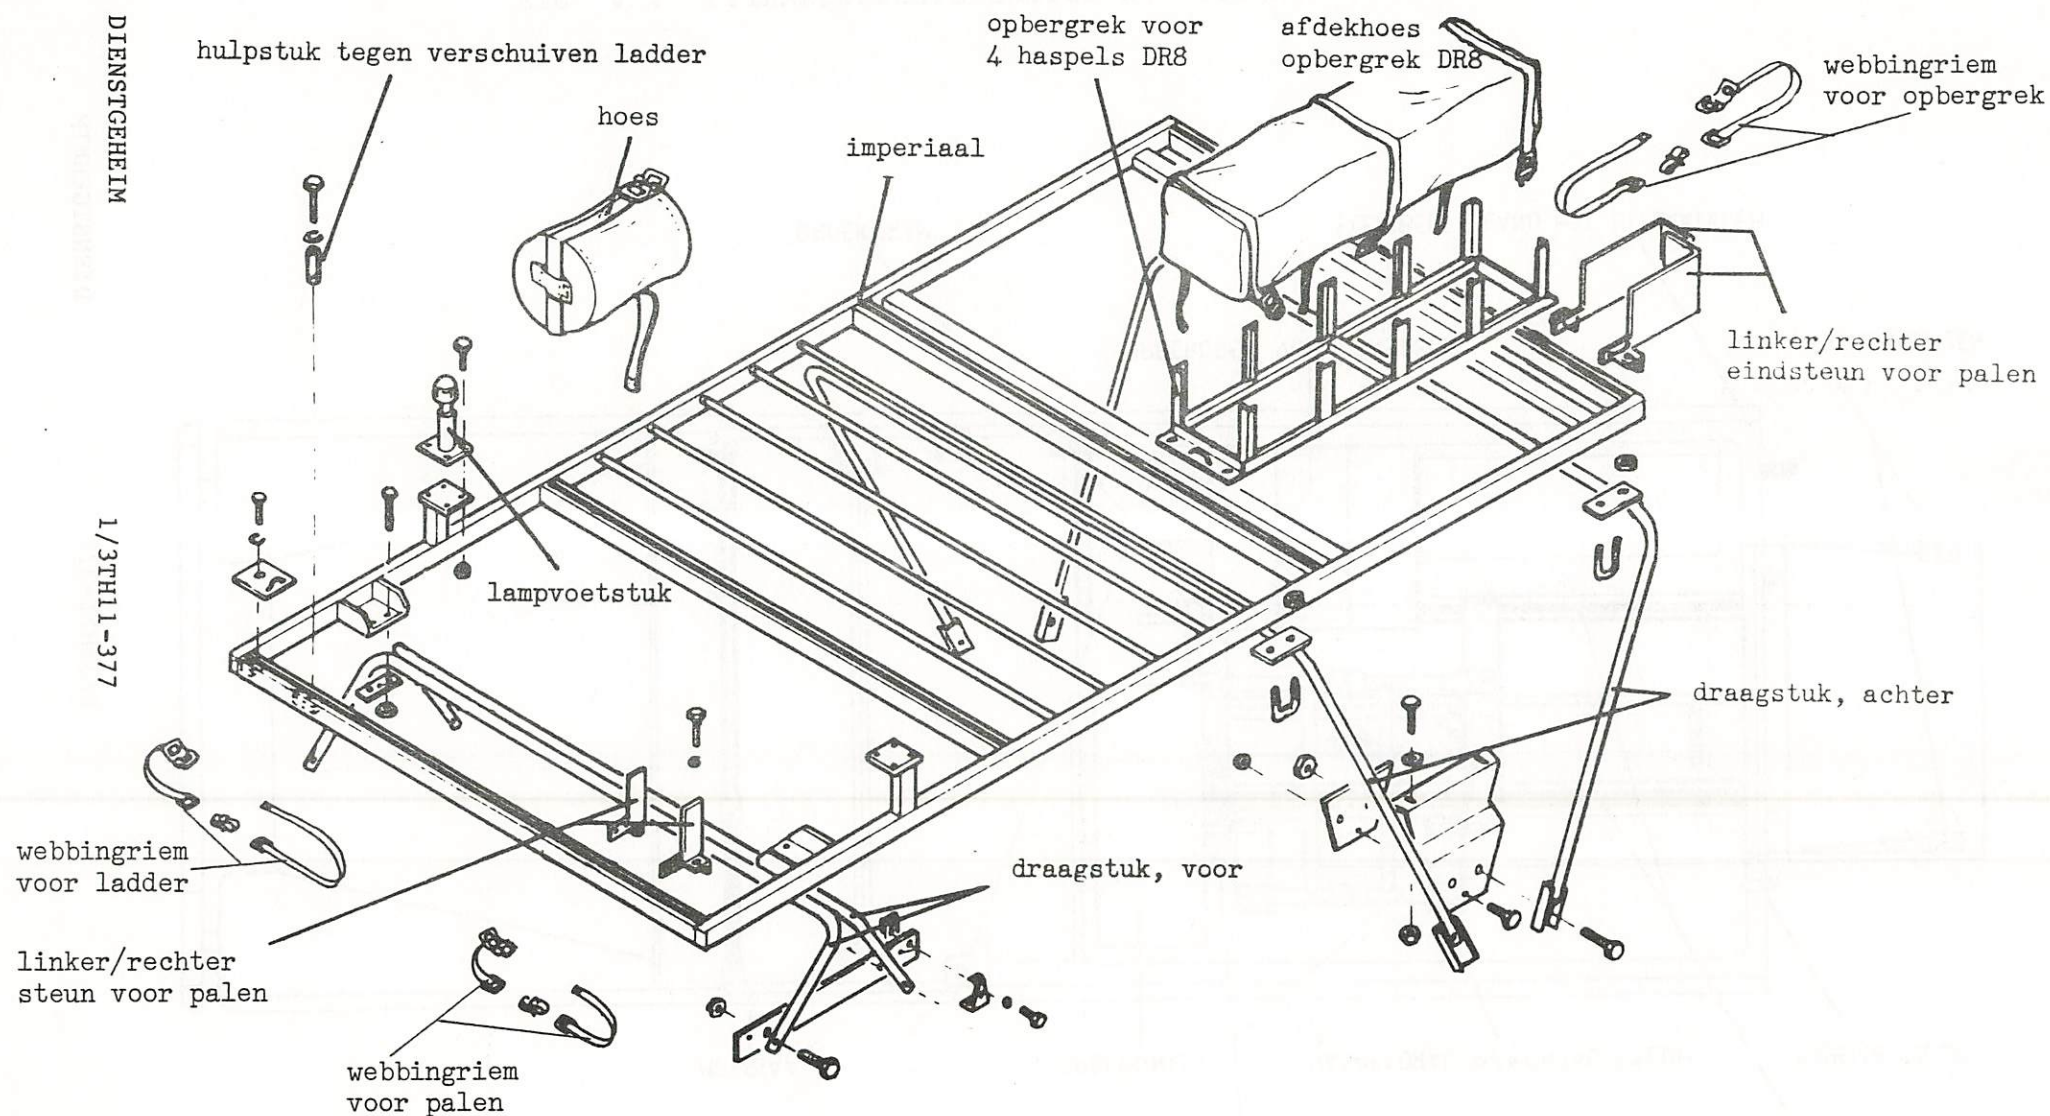

Fig. 1.2 IMPERIAAL
- 1 imperiaal voor vervoer van ladder LC3003 en 4 P02 palen tot een maximum lengte van 4,20 m, de typen MX-4958 zijn tevens uitgevoerd met een drager voor 4 haspels type DR 8. (zie fig 1.2)